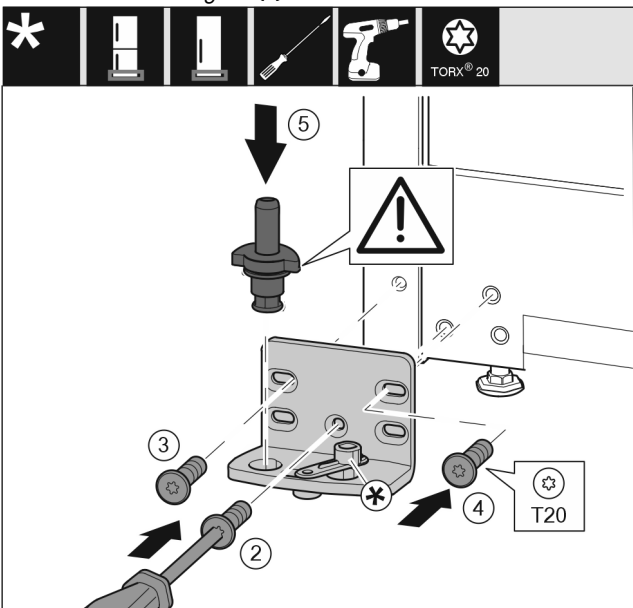

Fig. 14
- Poser le support de palier de l'autre côté et le visser à l'aide d'un tournevis T20. Commencer par la vis 2 en bas au milieu. Fig. 14 (2)
- Visser les vis 3 et 4. Fig. 14 (3,4)
- Mettre en place l'axe de palier complet. Veiller à ce que l'ergot d'encastement soit orienté en arrière. Fig. 14 (5)